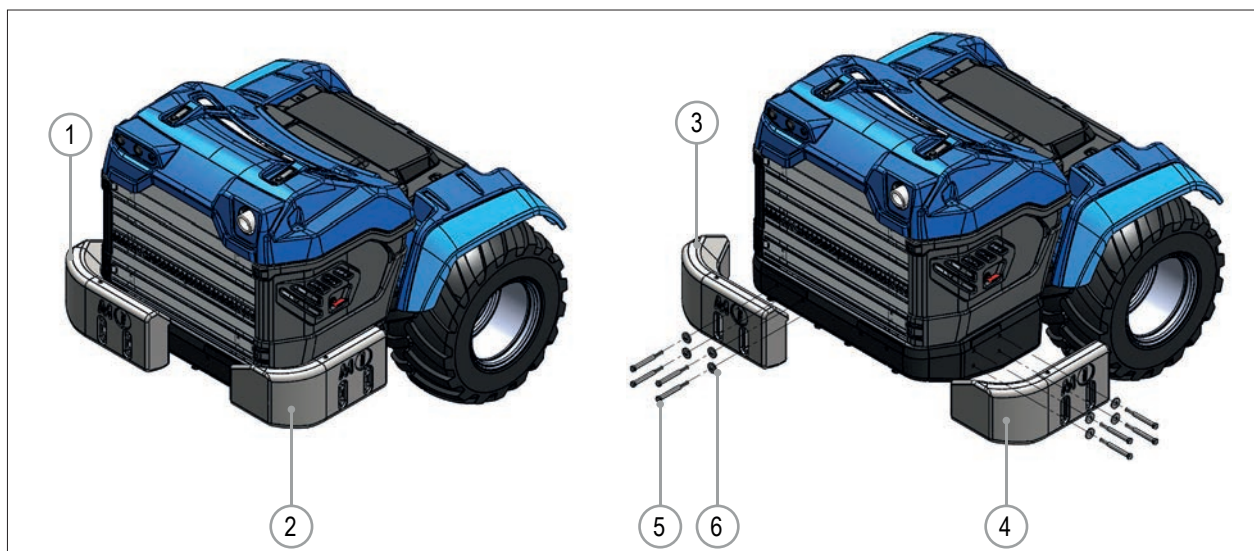

РИС. 57
Задние противовесы могут быть установлены сзади (РИС. 57 - Сс. 1) или сбоку (РИС. 57 -Сс. 2) бампера машины.
- 2) Используя подъемное устройство, поместите один из противовесов (РИС. 57 - Сс. 3) на задний бампер машины.
- 3) Прикрепите противовес к бамперу с помощью болтов и шайб (РИС. 57 - Сс. 5 и Сс. 6).
- 4) Повторите процедуру для второй половины задних противовесов (РИС. 57 - Сс. 4).